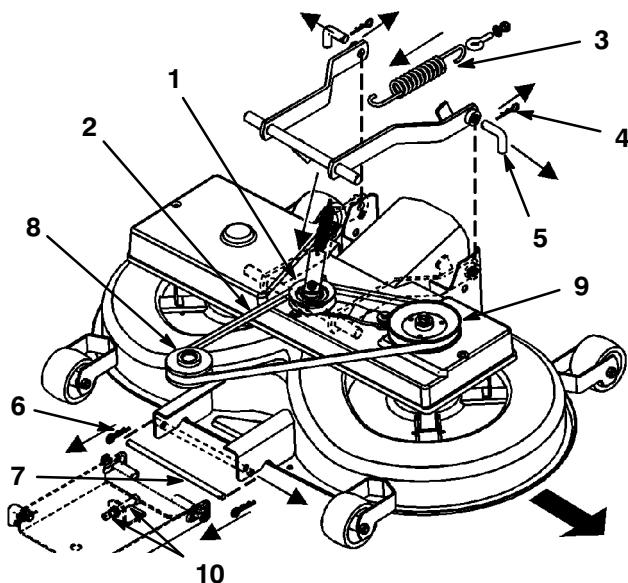

Abbildung 41
3. Den Führungsrollenarm hereinziehen und den V-Riemen von der Riemscheibe abnehmen (Abb. 41).
4. Die Feder vom Einrückhebel lösen (Abb. 41).
6. Die Haarnadelklemmen von den beiden hinteren Stiften und die Stifte entfernen (Abb. 41). Zum Herausziehen des zweiten Stifts ist u. U. eine Zange erforderlich.
7. Die Haarnadelklemme vom vorderen Stift und den Stift entfernen (Abb. 41).
8. Den V-Riemen von der Motorriemenscheibe entfernen (Abb. 41).
2. V-Riemenscheibe und Führungsrollenarm ausbauen (Abb. 41).
2. Den unteren Stift der vorderen Aufhängung in die untere Schlitzposition umpositionieren, indem die beiden M12-Muttern an der vorderen Aufhängung entsprechend verstellt werden (Abb. 41).